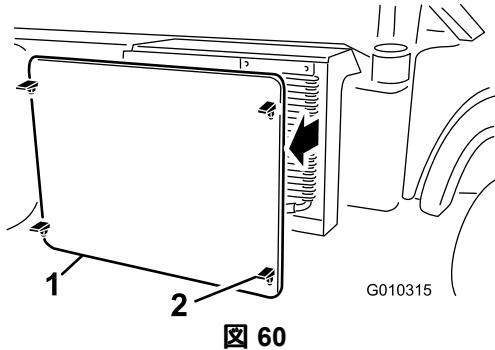

図 60
2. ラジエタースクリーンのラッチを外して、ラジエター前面から外す図 60。